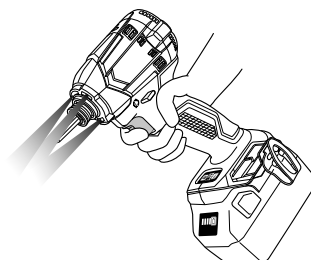

Fig. 15
**ADVARSELSSIGNAL FOR LED-LAMPE (Fig. 15)**